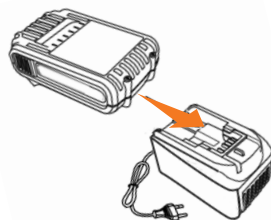

Рис. 6
- Подключите аккумулятор к зарядному устройству. Индикатор на зарядном устройстве заморгает зеленым светом, и начнется процесс зарядки (Рис. 6).